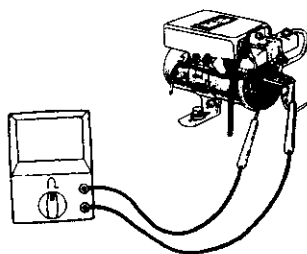

图 4-23 测量初级线圈电阻
- ①测量初级线圈,如图4-23所示。电阻值约为 $3\ \Omega$ 。